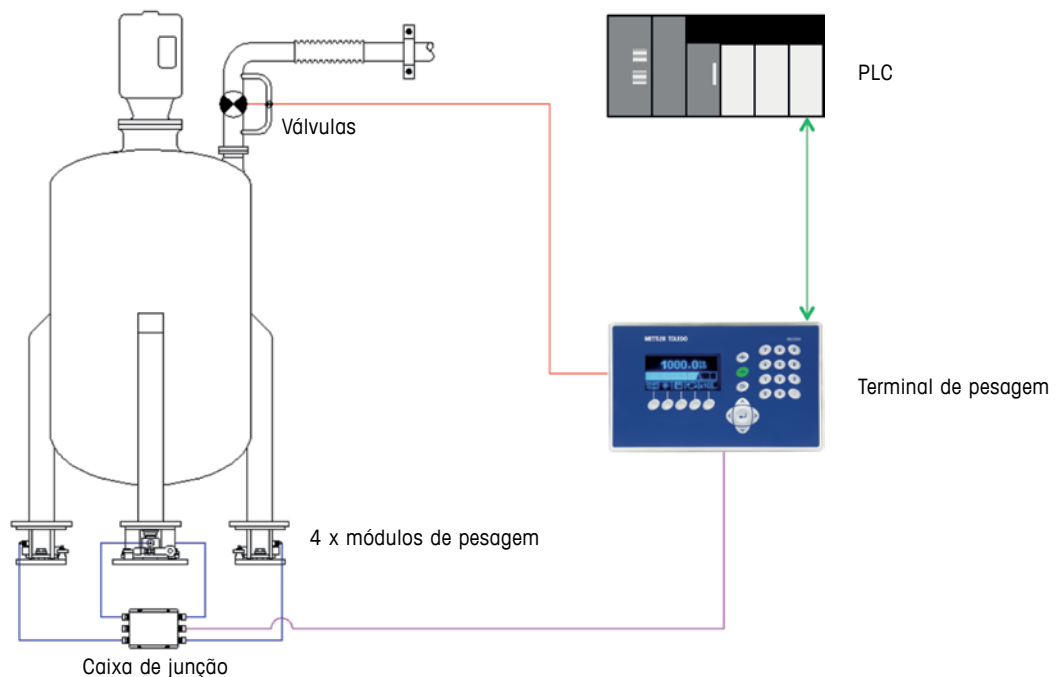

Figura 28: Sistema de controle de batelada híbrido com PLC e terminal de pesagem
3. Um sistema híbrido é mostrado na Figura 28. Aqui, o controle de enchimento é realizado por um terminal, como o IND560, o IND690 ou o IND780, enquanto o PLC/PAC controla o processo geral. O PLC/PAC pode determinar quando encher e os parâmetros da batelada, como peso almejado e tolerância para cada ingrediente. Porém, essas informações são transferidas por download para o terminal, que tem autonomia de executar o processo de batelada. Quando a batelada é concluída, o terminal pode enviar um relatório ao PLC/PAC para a conservação de registros, controle de inventário, etc.